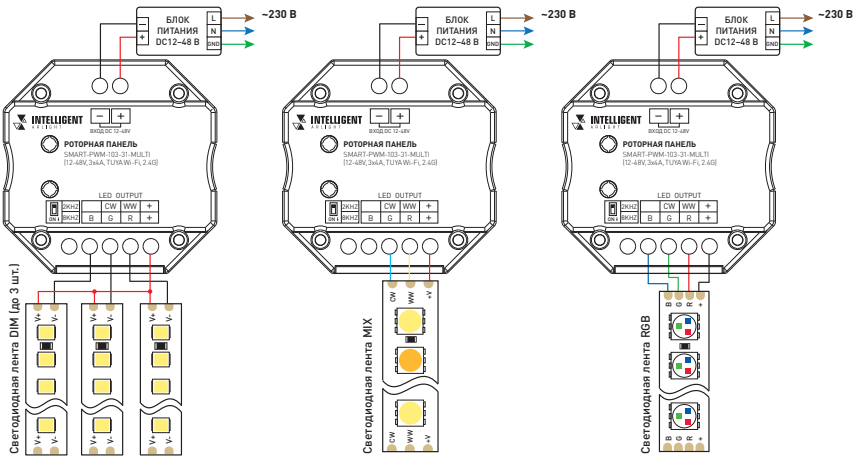

Рис. 4. Схема подключения панели
- 3.3. Подключите панель согласно схеме на рис. 4.